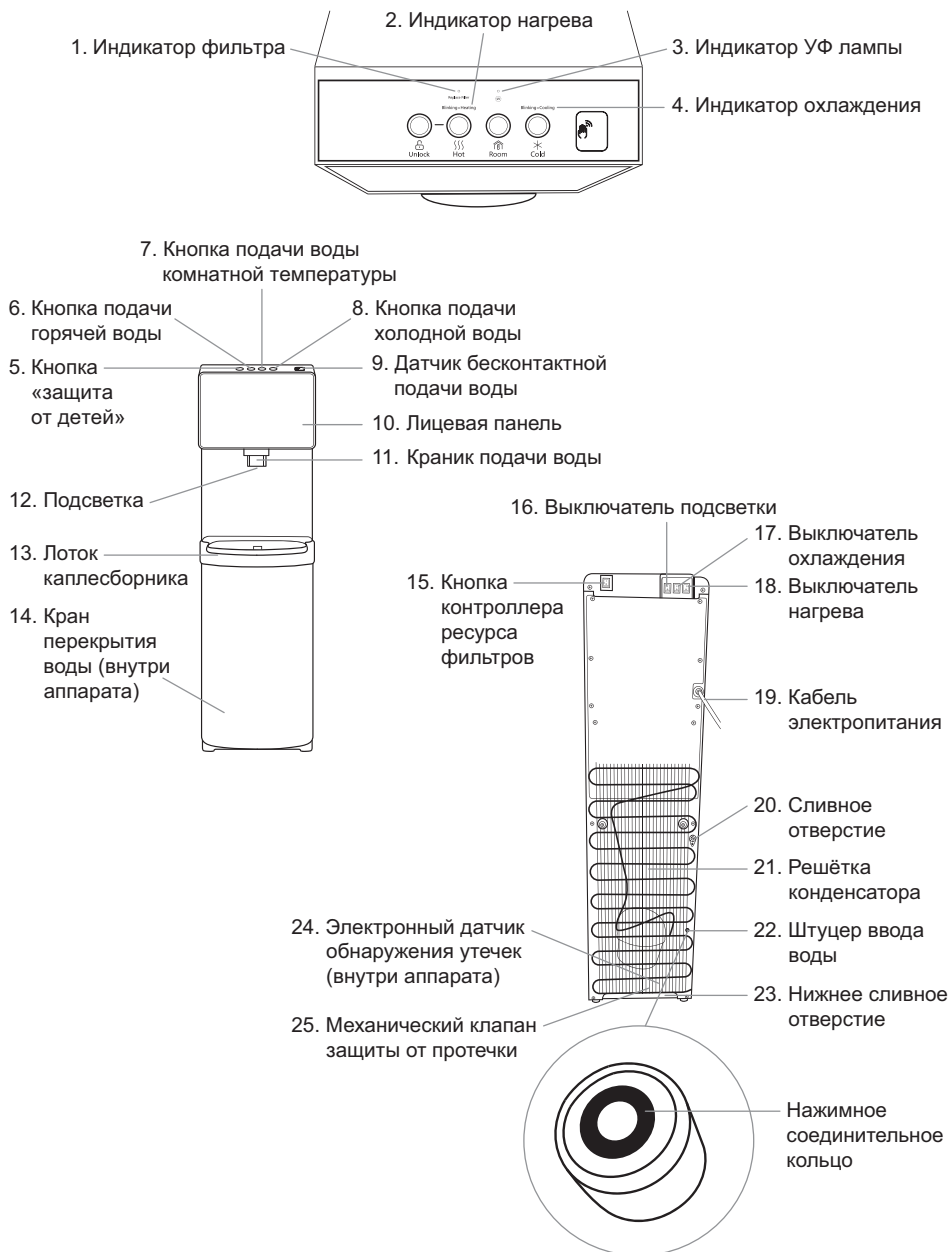

Рис. 1. Схема аппарата V450PUFMI Black
Индикатор нагрева (рис. 1–2)
Индикатор охлаждения (рис. 1–4)
Индикатор фильтра (рис. 1–1)
Индикатор УФ лампы (рис. 1–3)
Поставьте чашку или другую емкость для воды на лоток каплесборника (рис. 1–13) под краник подачи воды (рис. 1–11).
Чтобы налить горячую воду сначала нажмите на кнопку «защиты от детей» (рис. 1–5), затем нажмите и удерживайте кнопку подачи горячей воды (рис. 1–6). Во время подачи воды кнопка подсвечивается красным цветом.
Чтобы налить воду комнатной температуры или холодную воду, нажмите и удерживайте кнопку подачи воды комнатной температуры или холодной воды (рис. 1–7, 1–8). Во время подачи воды кнопка подачи воды комнатной температуры подсвечивается оранжевым цветом, а кнопка подачи холодной воды подсвечивается синим цветом.
Подсветка аппарата (рис. 1–12) включается и выключается с помощью выключателя (рис. 1–16), расположенного на задней панели аппарата.
Изначально кулер поставляется с преднастроенной включенной функцией, позволяющей пользоваться холодной водой без прикосновения к кнопке подачи холодной воды. Для подачи воды, пользователю нужно просто подвести и удерживать ладонь над датчиком бесконтактной подачи воды (рис. 1–9) на расстоянии примерно 5 см. Для остановки подачи воды убрать ладонь от датчика. Время непрерывной подачи воды при удержании ладони над датчиком составляет до 30 секунд по умолчанию.
Чтобы отключить бесконтактную функцию необходимо одновременно нажать и удерживать (обычно около 3 секунд) кнопки «защита от детей» (рис. 1–5) и подачи горячей воды (рис. 1–6) до момента, когда начнёт мигать подсветка кнопки «защита от детей» (рис. 1–5) и кнопки подачи холодной воды (рис. 1–8). Это означает, что бесконтактная функция будет отключена через 10 секунд, если не будут предприняты какие-либо действия. Если отключенную бесконтактную функцию необходимо вернуть в активный (включенный) режим, нужно отключить аппарат от сети, тем самым произведя сброс настроек к заводским установкам, или проделать манипуляции описанные ниже в пункте **2 (а-д)**.
- а.** установить под краник подачи воды (рис. 1–11) ёмкость, которая послужит мерным ориентиром и предотвратит расплёскивание и перелив воды из лотка каплесборника;
- б.** одновременно нажать и удерживать (обычно около 3 секунд) кнопки «защита от детей» (рис. 1–5) и подачи горячей воды (рис. 1–6);
- в.** когда начнёт мигать подсветка кнопки «защита от детей» (рис. 1–5) и подачи холодной воды (рис. 1–8), необходимо разместить ладонь над областью бесконтактного датчика (рис. 1–9);
- г.** ладонь необходимо удерживать над датчиком (рис. 1–9) в интервале от 0 до 40 секунд, индикаторы кнопок в это время перестанут мигать и будут подсвечивать кнопки непрерывно;
Подача горячей воды работает в обычном режиме через использование кнопок. Для набора горячей воды необходимо нажать кнопку «защиты от детей» (рис. 1–5) и затем кнопку подачи горячей воды (рис. 1–6). Кнопка «защиты от детей» после нажатия мигает около 3 секунд, после чего возможность набора горячей воды (если набор воды не начался) будет снова заблокирована.
Перед включением нагрева или охлаждения обязательно убедитесь, что вода поступает во внутренние резервуары аппарата, для чего нажмите на кнопки подачи горячей (рис. 1–6) и холодной воды (рис. 1–8) и слейте небольшое количество воды через краник (рис. 1–11).
Для включения/отключения опций нагрева или охлаждения переключите тумблер нагрева (рис. 1–18) или охлаждения (рис. 1–17) в соответствующее положение – «включено» (I) / «выключено» (O). Не включайте данные опции, когда аппарат не заполнен водой. Если кабель электропитания (рис. 1–19) и выключатель нагрева (рис. 1–18) были включены, когда система еще не наполнилась водой полностью, сработает термозащита, которую сможет отключить только специалист сервисного центра.
Когда Вы убедились, что холодная и горячая вода из краника идет непрерывной струей, установите выключатели нагрева и охлаждения (рис. 1–18, 1–17) в положение I.
При первом включении аппарата (или после длительного отключения) время нагрева воды длится 15–20 минут, время охлаждения воды длится около 1 часа и 20 мин. В это время компрессор может работать непрерывно, это не является неисправностью. Во время процесса нагрева будет гореть индикатор (рис. 1–2), расположенный над кнопкой подачи горячей воды. Во время процесса охлаж-
дения будет гореть индикатор (рис. 1–4), расположенный над кнопкой подачи холодной воды. По завершению процесса нагрева/охлаждения индикатор погаснет.
1. Лоток каплесборника (рис. 1–13) устанавливается в верхней части дверцы. Фиксация после характерного щелчка.